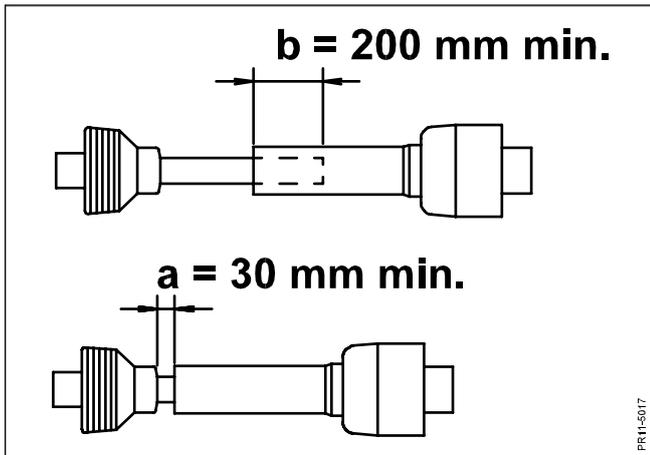

Fig. 2-7
- Fig. 2-7** Die Gelenkwelle in der Länge so anpassen, daß:
**WICHTIG:** Die angegebenen Werte für Überlappung auf den Röhren der Gelenkwelle, wie auf Fig. 2-7 gezeigt, sind unbedingt einzuhalten.